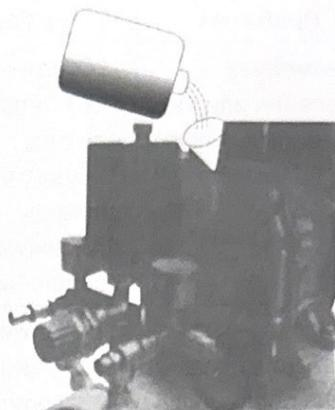

Fig.4
- 2) Проверяйте уровень масла каждые 20 часов работы, при необходимости доливайте его (рис.4)